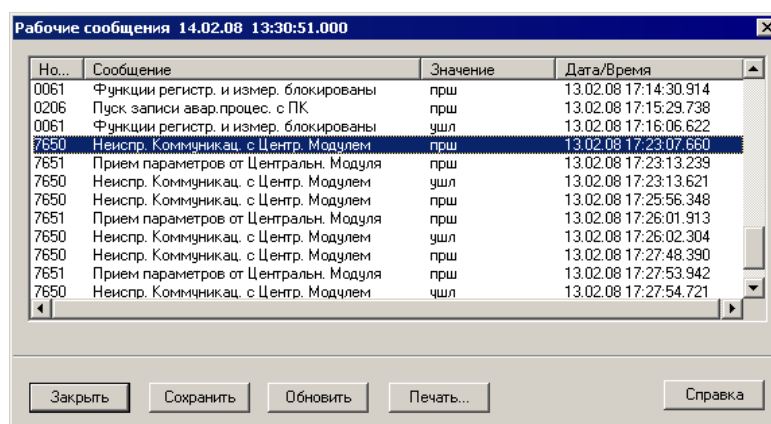

рис. 6-10 Окно рабочих измеряемых величин в DIGSI – пример
- Выделите интересующую вас запись в списке, затем нажмите кнопку **Показать....** В другом окне появится соответствующая запись (рис. 6-10, стр. 238).